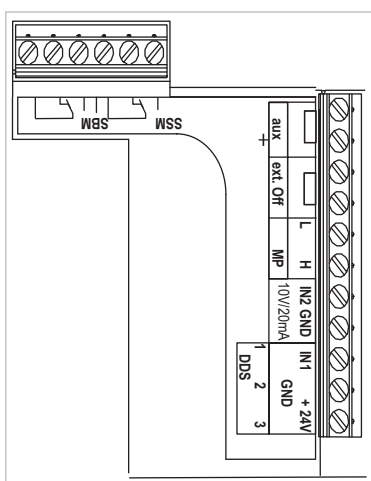

Fig. 20: Terminais de controlo
- Terminais de comando (Fig. 20)